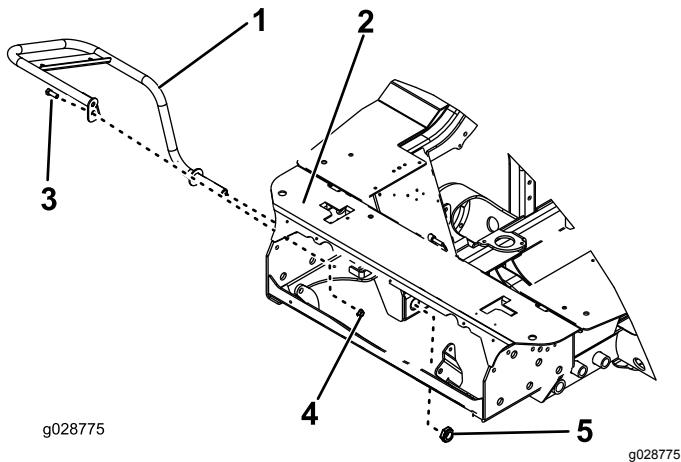

Figure 15
- Retirez le boulon et l'écrou qui fixent le support de l'arbre de frein (Figure 15).
- Montez la protection dans le grand trou avant du cadre en serrant légèrement le contre-écrou hexagonal (Figure 15).
- Insérez le boulon et l'écrou retirés précédemment dans la protection et serrez-les (Figure 15).